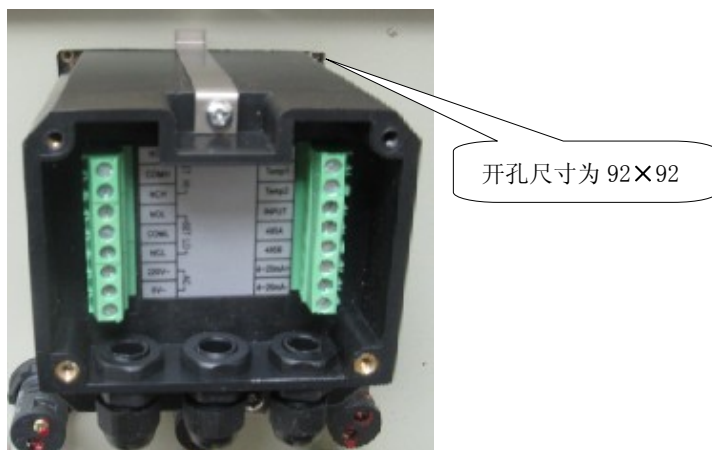

图 1
1. 在任何一块厚度为 1/16 英寸 (1.5mm) 至 3/8 英寸 (9.5mm) 的面板上，开出一个矩形切口。开孔尺寸为 92×92 (参见图 1，后视图)。